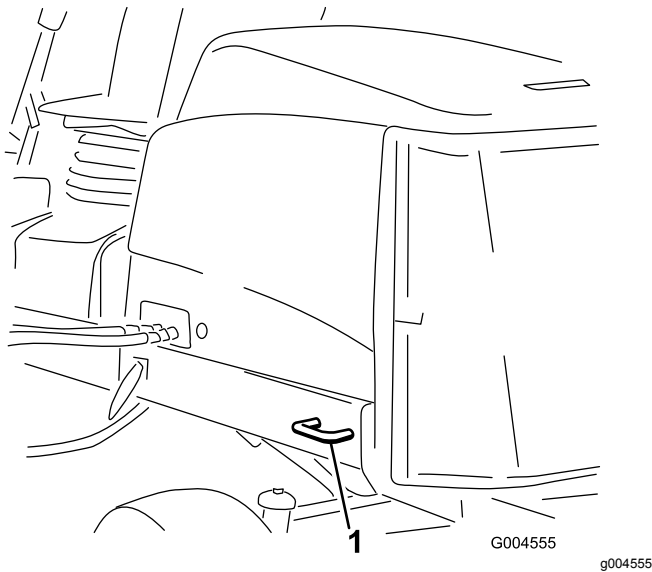

Figura 58
- Detrás – en cada lado de la máquina, en el bastidor trasero (Figura 58).